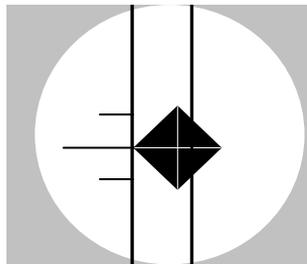

Abbildung 5-10 Bewegung der linken dünnen Linie zur linken Spitze
4. Drehen Sie die kleine Verstellerschraube des Messmikroskop um die linke Linie nach links Richtung der Spitze des Eindrucks zu bewegen, wie Abbildung 5-10 zeigt. Dieser Vorgang wird beide Linien gleichzeitig bewegen.